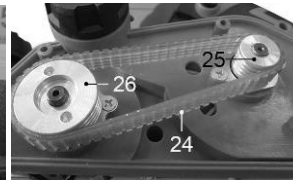

Рис. 7
9.3. Замена приводного ремня, Рис. 7